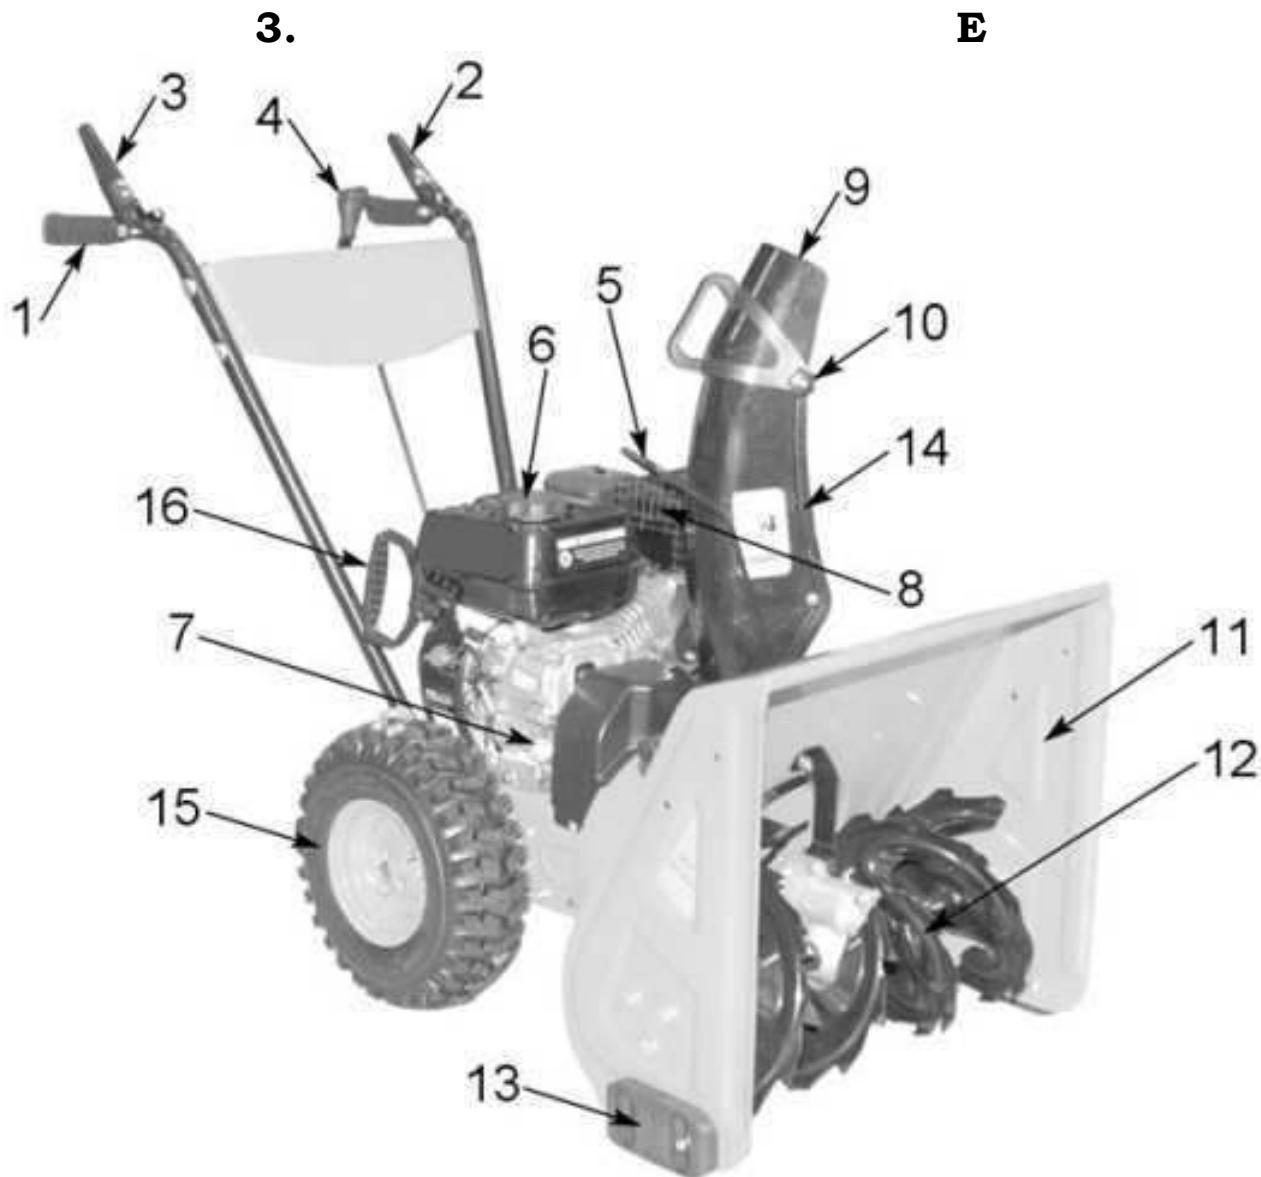

Рис. 1
- Снегоуборщик вращением лопастей шнека (12)(См. Рис.1) убирает снежный покров с ровных площадей, и через снегоотвод (14) выбрасывает его в выбранную сторону.
- Шнек (12)(См. Рис.1) - винтовой механизм в виде стержня с наклонными лопастями, приводимый в действие двигателем. Шнек захватывает, и транспортирует снежную массу внутрь снегоуборщика на врачающуюся
- Снегозаборник (11)(См. Рис.1) служит для захвата снега и направления его потока в рабочую зону снегоуборщика (на шнек).
Рычаг привода колес (2)(См. Рис.1)
- При нажатии рычага привода колес (2), включается система привода, и снегоуборщик начинает движение.
- При отпускании рычага привода колес (2), привод отключается, и снегоуборщик прекращает движение.
Рычаг привода шнека (3)(См. Рис.1)
- При нажатии рычага привода шнека (3), включается система привода, и лопасти шнека (12)(См. Рис.1) начинают вращение.
Рычаг переключения скоростей (4)(См. Рис.1)
- Для изменения скорости и направления движения: остановите снегоуборщик и вращение шнека, переведите рычаг (4)(См. Рис.1) в соответствующее выбранному режиму движения положение.
- Установите желоб снегоотвода (14)(См. Рис.1) на выпускной канал импеллера.
- Установить в отверстие на рычаге управления (2; 3)(См. Рис.1) верхний Z-образный конец троса (22)(См. Рис.5).
- Установите/замените ограничительные башмаки (13)(См. Рис.1; 7) с каждой стороны снегозаборника.
- Рычаги приводов колес и шнека (2) и (3) должны прижиматься к рукояткам руля управления (1)(См. Рис.1) без чрезмерных усилий.
- Проверьте работу рычагов (2) и (3)(См. Рис.1) привода колес и шнека.
- Рычаги (2) и (3) привода колес и шнека должны полностью прижиматься к рукоятке управления. Если этого не происходит, значит, тросики перетянуты, и их необходимо ослабить.